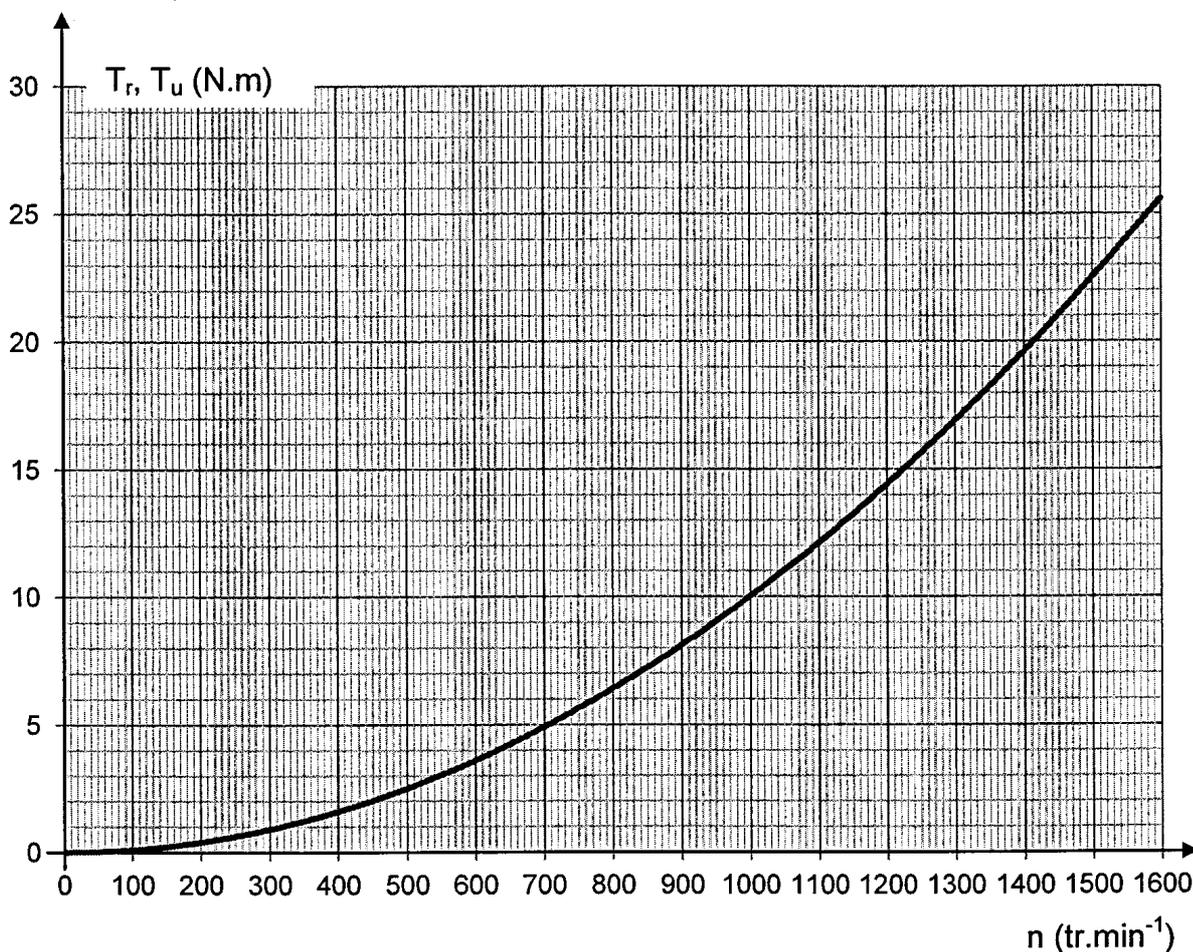

FIGURE 14
C.3 Le ventilateur présente un couple résistant dont le moment T_r est représenté sur la figure 14.
C.3.1 Tracer sur le graphique figure 14 la zone utile de la caractéristique mécanique du moteur $T_u(n)$, celle-ci étant un segment de droite passant par les points dont les coordonnées sont les suivantes :
C.4.2 Placer alors le point de fonctionnement P_{02} sur le graphique figure 14.
C.4.3 Tracer sur le graphique figure 14 la zone utile de la caractéristique mécanique du moteur $T_u(n)$.